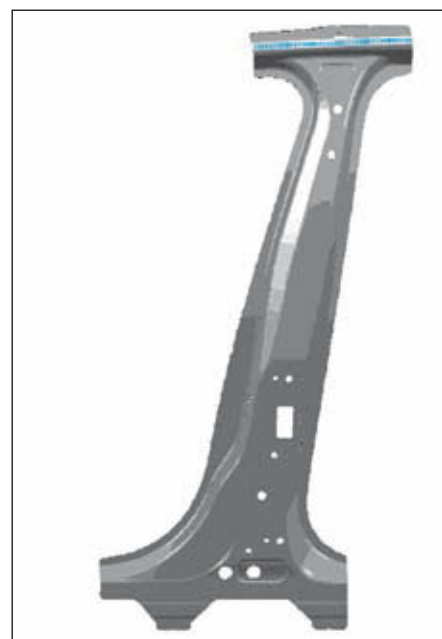

FIG.41
- Préparer les zones d'accostage et couper la nouvelle pièce (Fig.41).